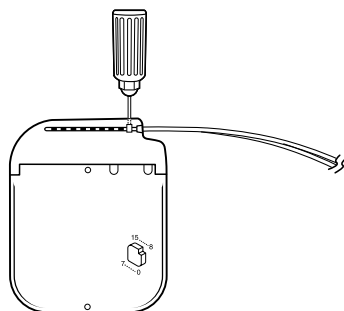

Figura 2. Aperto dos parafusos de fixação no anel autovedante
4. Para cada extensão, eléctrodo ou ficha introduza completamente a chave dinamométrica (embalada com o sistema de neuroestimulação) em cada anel autovedante do bloco de ligação e aperte cada um dos parafusos de fixação (Figura 2).